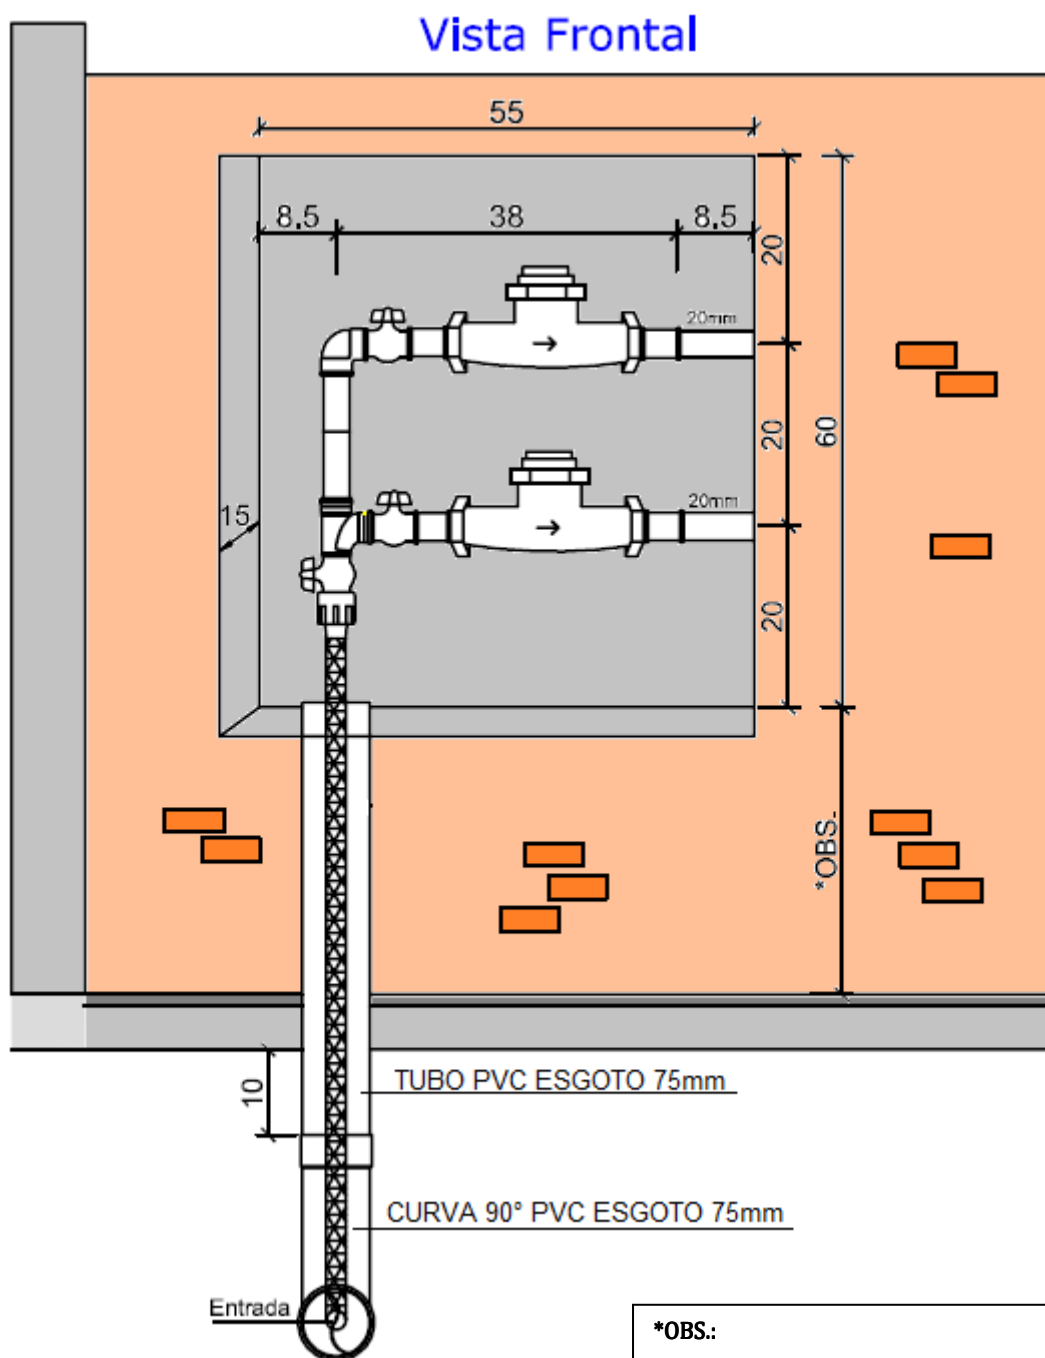

Figura 2: Padrão para 02 ligações – Modelo 2.
- II. Modelo 2:** abertura no muro com dimensões de 60 cm de altura, 55 cm de largura e 15 cm de profundidade, para instalação dos hidrômetros de maneira sobreposta. Hidrômetros instalados com saída lateral (Figura 2).